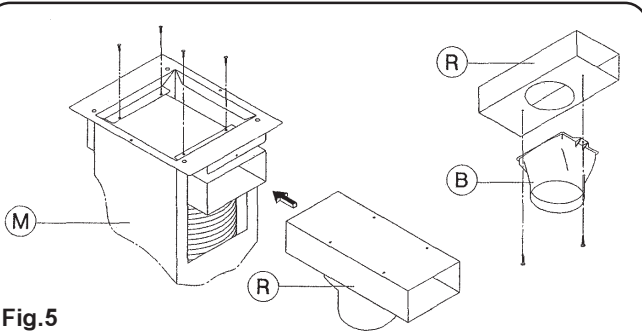

Fig.6
## MONTAGGIO FILTRO CARBONE **fig6**
## MONTAGE DES AKTIVKOHLEFILTERS (**Abb.6**)
**CARBON FILTER ASSEMBLY fig. 6**